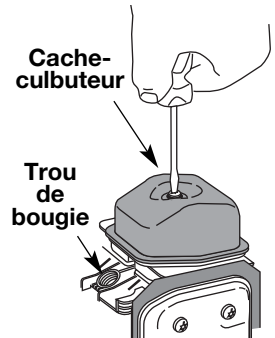

Fig. 35
10. Limpie la suciedad de alrededor de la cubierta del brazo oscilante. Saque el tornillo que sostiene la cubierta del brazo oscilante con un destornillador grande de vástago plano o con una broca Torx T-25 (Fig. 35). Saque la cubierta y la junta del brazo oscilante.